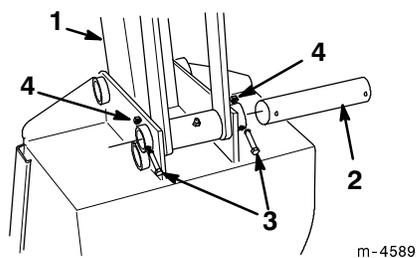

Figure 7
- Retirer les boulons et écrous de fixation de chacun des deux axes du godet au bras de godet (Fig. 7).
- Aligner les trous d'axes du godet face aux trous de montage dans le bras de godet (Fig. 7).
- Fixer le godet à l'aide des axes, boulons et écrous déposés précédemment (Fig. 7).